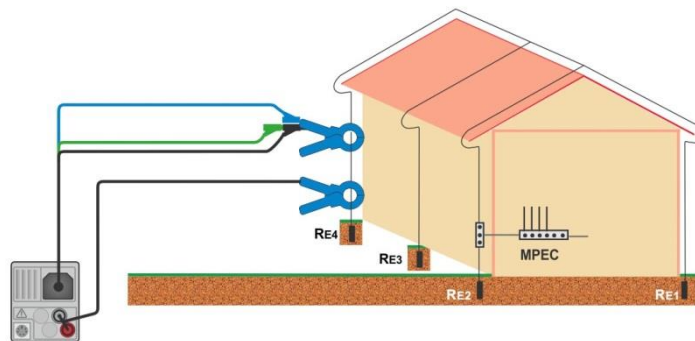

Abbildung 7.53: Berührungslose Erdungswiderstandsmessung
- › Klemmen am Prüfobjekt, siehe **Abbildung 7.53**.